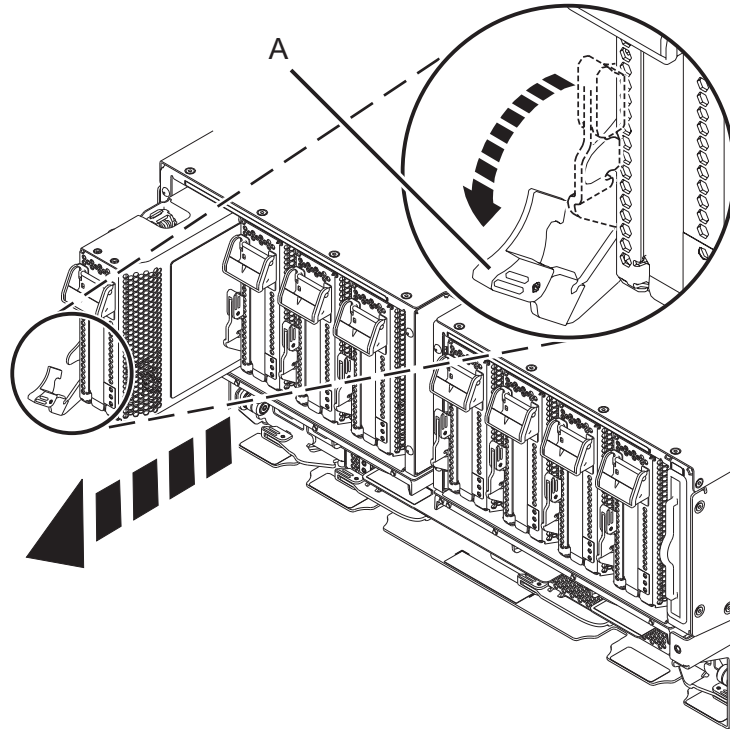

Figura 26. Extracció d'un casset d'adaptador PCIe del sistema
- b. Feu girar la nansa del casset de color terracota (**A**) en la direcció que es mostra a la Figura 26 a la pàgina 27 i, a continuació, premeu la nansa (**A**) per desenganxar-la del casset dels connectors de ranures.